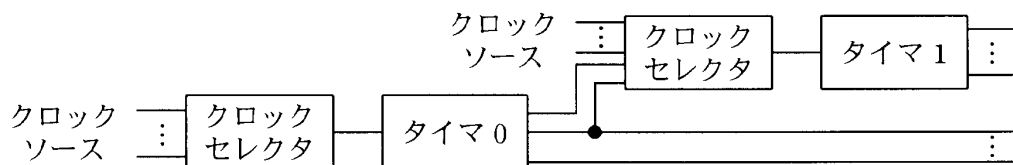
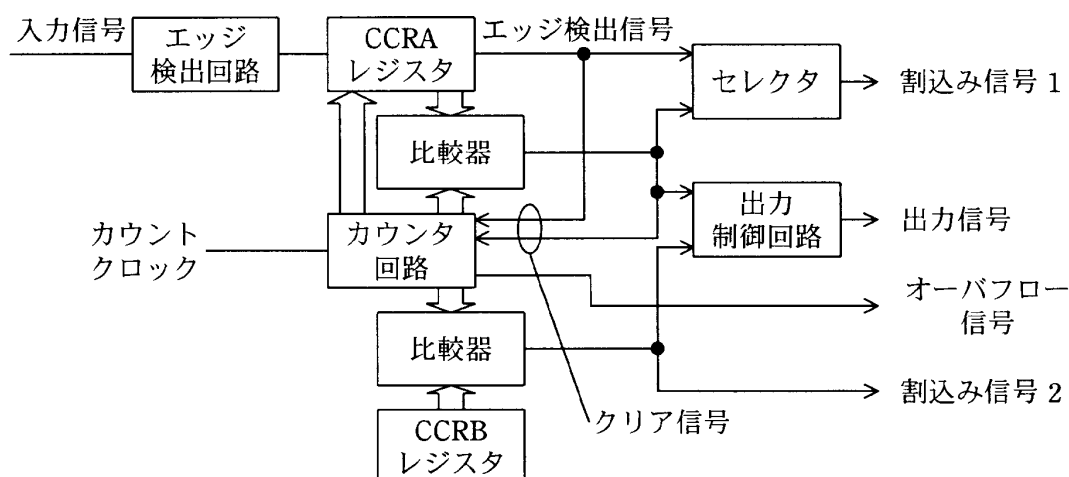

図4 カウンタの構成
図5 8ビットタイマnのブロック図
- ・カウンタは図4の構成に示すように、タイマn（タイマ0、タイマ1）で構成する。これらは図5に示すような8ビットのタイマである。
- ① インターバルタイマ（デューティレシオ50％の方形波出力）機能
- ② パルスゼネレータ（デューティレシオを可変）機能
- ③ パルス幅測定機能